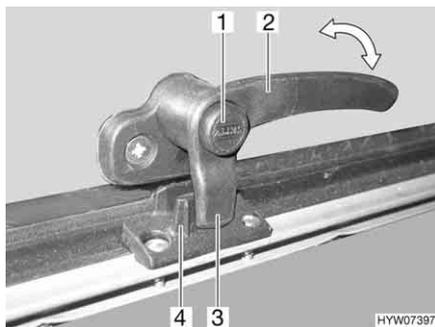
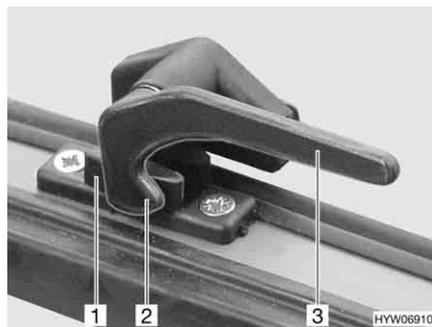

Fig. 79 Palanca de bloqueo con botón de seguridad en la posición de "cerrado"
Fig. 80 Palanca de bloqueo en la posición de "cerrado"
- Si existe, pulsar el botón de seguridad (Fig. 79,1) y mantenerlo pulsado.
- Girar la palanca de bloqueo (Fig. 79,2 ó Fig. 80,3) un cuarto de vuelta hacia la mitad de la ventana.
- Girar la palanca de bloqueo (Fig. 79,2 ó Fig. 80,3) un cuarto de vuelta hacia el marco de la ventana. El saliente de bloqueo (Fig. 79,3 ó Fig. 80,2) de la palanca de bloqueo se encuentra en la cara interior del bloqueo de la ventana (Fig. 79,4 ó Fig. 80,1).
- En la posición "cerrada fijamente" (Fig. 79 y Fig. 80)